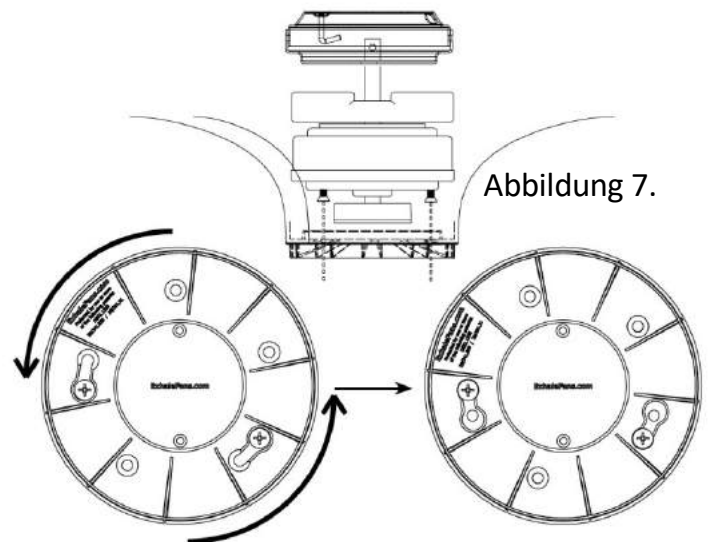

Abbildung 7.
c. Drehen Sie den Scheibenblock in der vorgesehenen Öffnung, um die Schrauben wie in Abbildung 7 gezeigt in den Spannlöchern des Scheibenblocks zu blockieren
d. Drehen Sie die (3) verbleibenden Schrauben in den Scheibenblock ein und ziehen Sie die (5) Schrauben abwechselnd an, sodass ein gleichförmiger Zug auf alle Schrauben ausgeübt wird
b. Installieren Sie den Scheibenblock am Motor, indem Sie die (2) zuvor eingedrehten Schrauben wie in Abbildung 7 gezeigt auf die „Spannlöcher“ im Scheibenblock ausrichten.